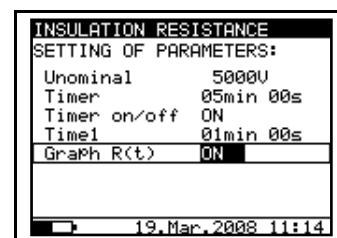

Рис. 14. Меню настроек в режиме измерения сопротивления изоляции
- Нажмите клавишу **SELECT**, при этом появится меню настроек, как показано на **Рис. 14**.